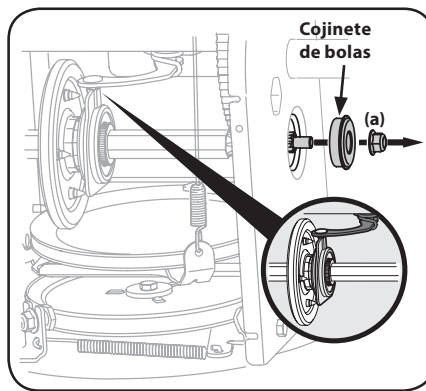

Figura 4-21
- Extraiga con precaución la tuerca hexagonal (a) que sujeta el eje hexagonal al marco del equipo y golpee ligeramente el extremo del eje a fin de desplazar el cojinete de bolas del lado derecho del marco. Consulte la Figura 4-21.
NOTA: Compruebe que el pasador de la palanca de cambios esté en su lugar en el alojamiento del cojinete. Consulte el recuadro la Figura 4-21.